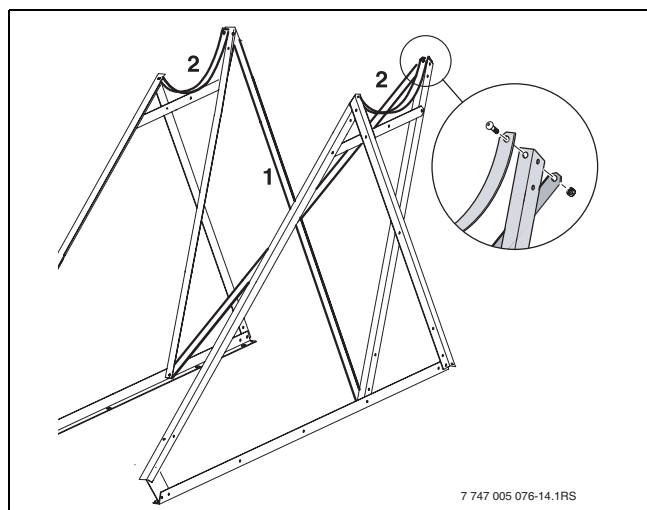

Fig. 14 Montage de la contre-latte
- Assembler par vis les contre-lattes au milieu en croix (→ fig. 14, [1]) et les relier aux deux triangles latéraux. Monter également les attaches du ballon (→ fig. 14, [2]). La tête de vis plate doit être orientée vers le ballon monté ultérieurement.